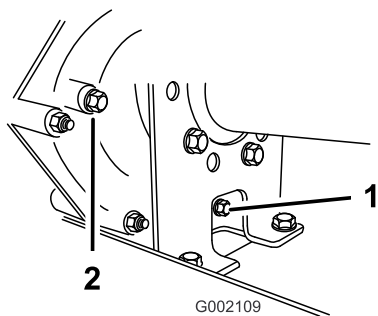
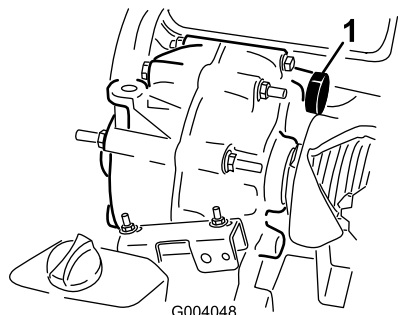

Figura 35
Figura 36
2. Retire o tampão de escoamento do lado direito do reservatório (Figura 35) e deixe o fluido escorrer para um recipiente adequado. Monte e aperte o tampão quando o fluido parar de escorrer.
3. Encha o reservatório (Figura 36) com cerca de 1,4 litros de óleo de motor SAE 10W30 ou até que o nível de óleo atinja o fundo do orifício indicador (Figura 35).